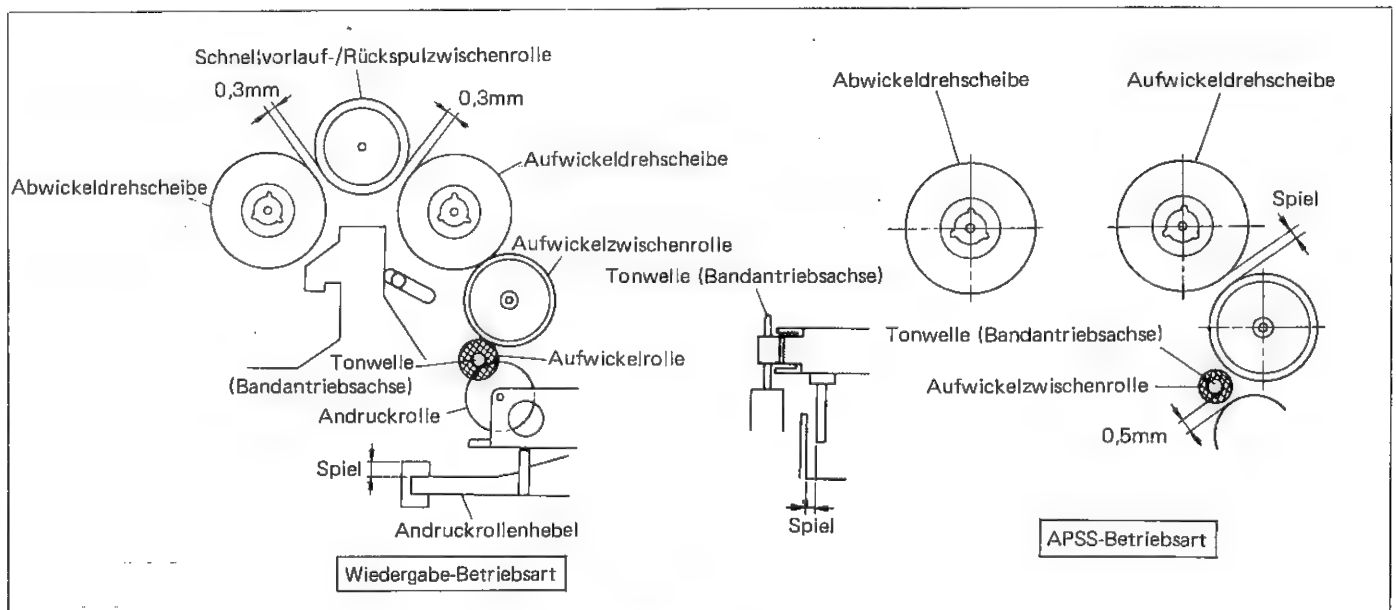

Abbildung 37-2
## ■ SPIELPRÜFUNG (Siehe Abbildung 37-2.)
3. Wird im obigen Schritt 1 oder 2 ein Mangel festgestellt, die in Abbildung 37-2 gezeigten Teile entsprechend einstellen und außerdem nachprüfen, ob die Nebenchassiss-rückkehr normal ist.